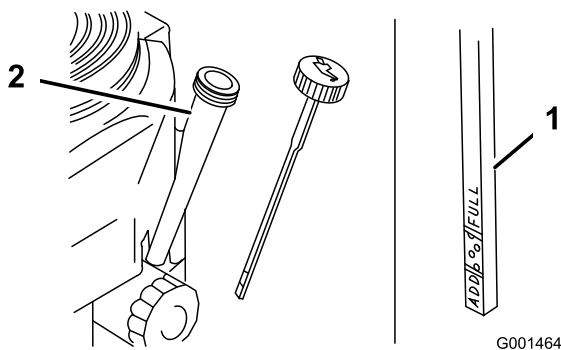

Figure 29
4. Nettoyez la surface autour de la jauge d'huile (Figure 29) pour éviter que des impuretés ne s'introduisent dans le goulot de remplissage, ce qui risquerait d'endommager le moteur.
5. Retirez la jauge d'huile et essuyez soigneusement son extrémité (Figure 29).
6. Remettez la jauge au fond du tube de remplissage, mais sans la visser (Figure 29).
8. Versez avec précaution environ 80 % de la quantité d'huile spécifiée dans le goulot de remplissage (Figure 29).